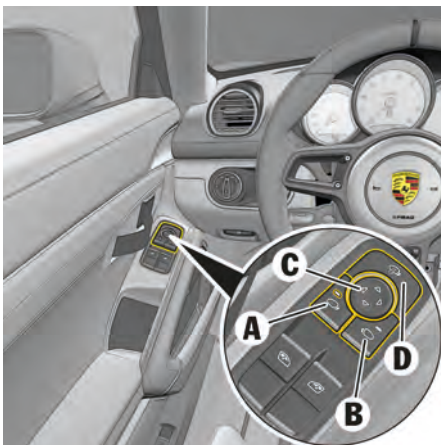

図 192 : ドアミラーの操作
- ▶ ボタン **D** を押してください (図 192 を参照)。
ボタン **D** を押して手動でドアミラーを格納した場合は、イグニッションを ON にした後、自動的に元の位置に復帰しません (図 192)。